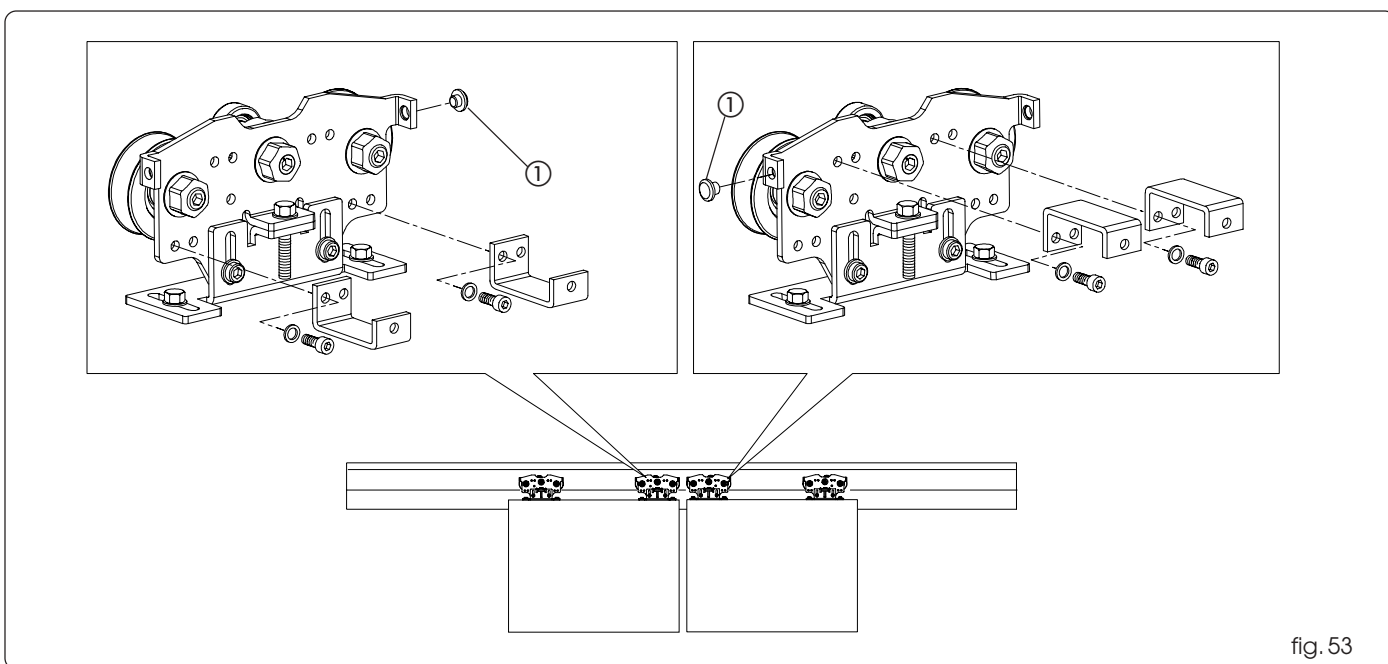

fig. 53
Monte dos placas de bloqueo en los carros más internos, como se indica en la fig. 53.
Monte los topes de goma (fig. 53 ref. ①).